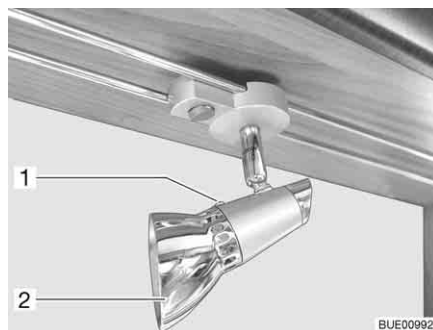

Bild 247 Halogenspotlight (förskjutningsbar)
- Lossa fästskruven (Bild 247, 1).
- Tag av lampskärmen (Bild 247, 2).